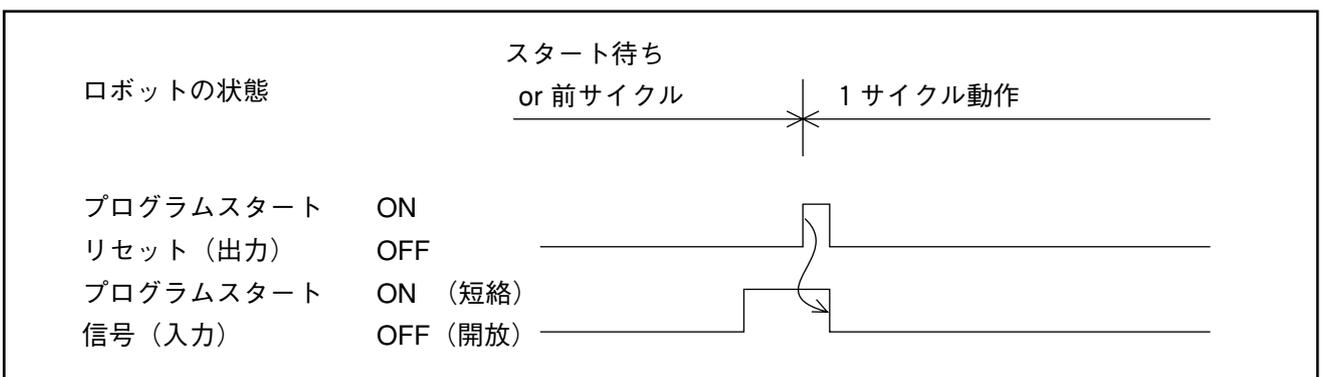

図5-33 プログラムスタート信号立ち下げのタイミング例
② プログラムスタート信号立ち下げ（OFF）のタイミング例
- a) ロボット専用出力（プログラムスタートリセット出力）でプログラムスタート信号を立ち下げる方法を図5-33に示します。